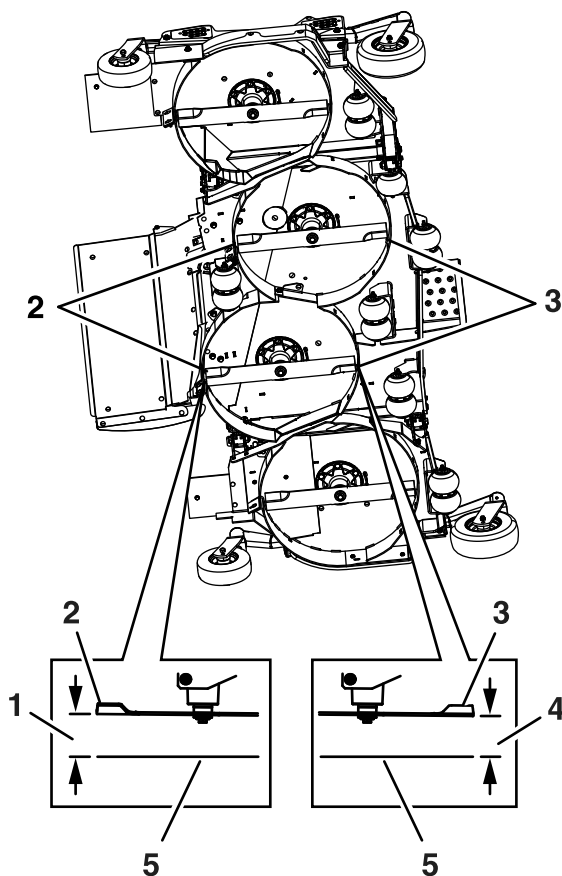

Figura 72
10. Mida desde la superficie nivelada hasta la punta delantera de las cuchillas derecha e izquierda de la carcasa central (**Figura 72**).